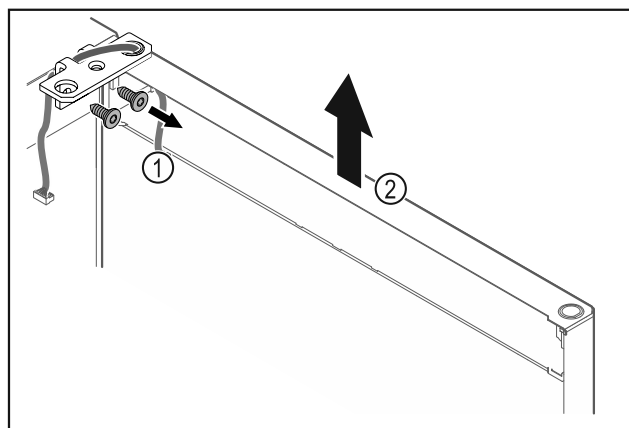

Fig. 18
- Dévisser l'équerre de la charnière Fig. 18 (1).
- Soulever la porte (équerre de charnière incluse) Fig. 18 (2) d'environ 200 mm et la retirer.